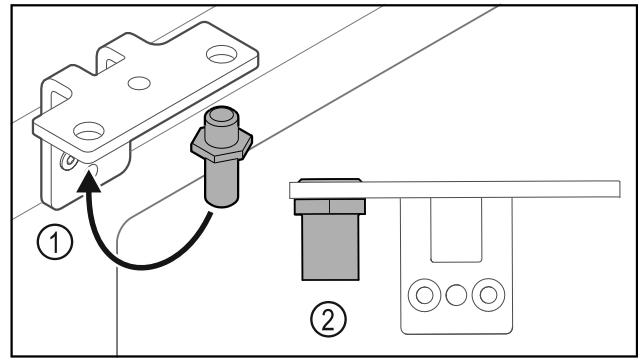

Fig. 24
- ▶ Premiestnite čap Fig. 24 (1) v uholníku závesu.
- ▶ Uťahnite čap Fig. 24 (2) **ťahovacím momentom 12 Nm**.